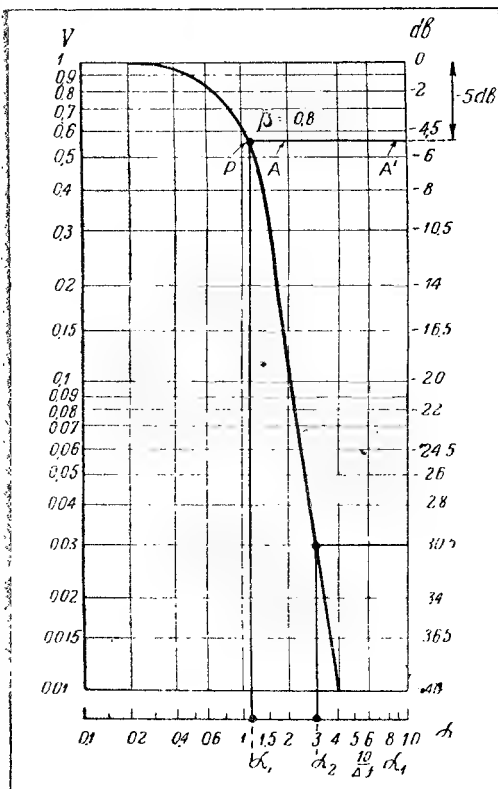

Рис. 8
2) отсчитываем по оси ординат величину, равную допустимой неравномерности на краю полосы пропускания  $\Delta f$  (например, 5 db). Проводим параллельно оси абсцисс прямую  $\Delta A$  (рис. 8). Отмечаем точку пересечения  $P$
4) проверяем, удовлетворяются ли требования в отношении избирательности при расстройке на 10 кГц/сек. Для этого нужно определить значение  $\alpha_2 = \frac{10}{\Delta f} \cdot \alpha_1$  (рис. 8). Найдя  $\alpha_2$ , определяем по резонансной кривой величину  $V$ , соответствующую  $\alpha_2$  (т. е. при расстройке в 10 кГц/сек).